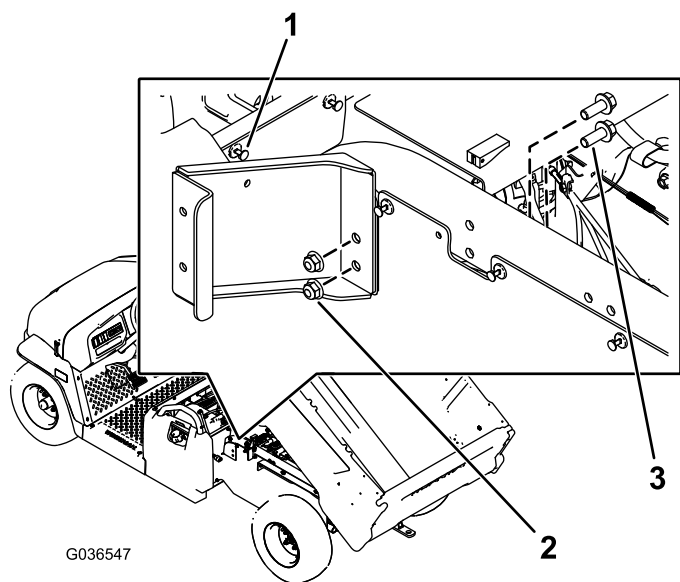

Figura 1
- A. Retire o rebite do painel esquerdo por trás da base do banco traseiro (Figura 1).
- B. Instale o suporte com volta esquerdo utilizando 2 parafusos flangeados hexagonais (3/8 x 1 pol.) e duas porcas (3/8 pol.) como se mostra na Figura 1.